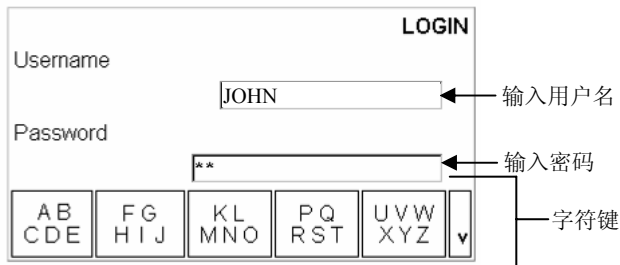

图 3-2: 输入用户名与密码
1. 按确认键将活动光标定位在用户名文本框，此时功能键自动变化成字符键(图 3-2)。